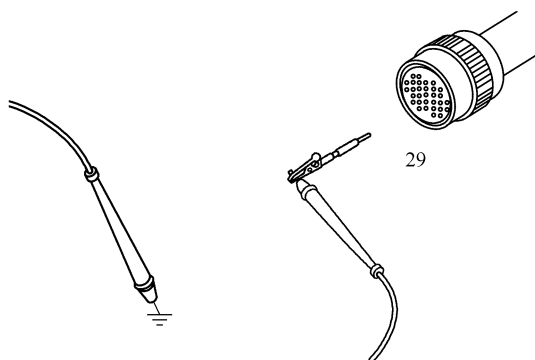
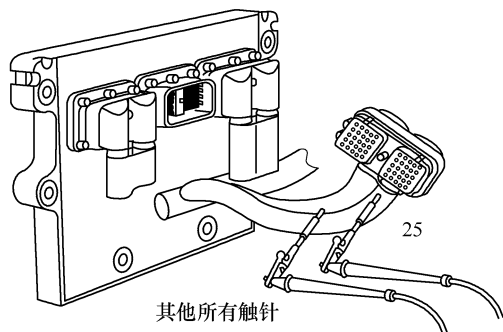

图 5-273 测量触针 29 与机体间的电阻
图 5-274 测量触针 25 与该插头中其他
③ 测量 31 针线束插头触针 29 与机体间的电阻, 如图 5-273 所示, 电阻应大于 $100\text{k}\Omega$ 。如果电路不是开路, 应维修或更换 OEM 线束。
(3) 检查触针之间是否短路
① 测量执行器线束插头触针 25 与该插头内其他所有触针间的电阻, 如图 5-274 所示, 电阻必须大于 $100\text{k}\Omega$ 。如果电路不是开路, 则触针 25 与显示闭路的触针之间短路, 应进行维修。